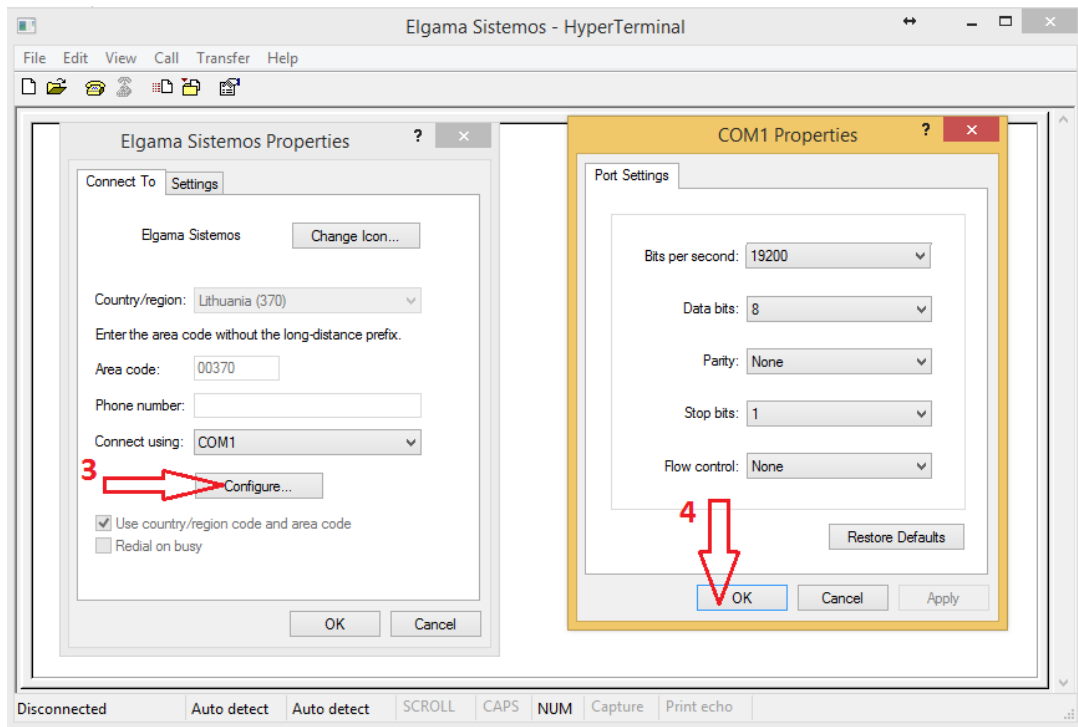

Рис. 6
3. Нажмите кнопку «Configure» как показано на рис. 6;
5. Убедитесь в том, что другие настройки подключения установлены так, как показано на рис. 6 и 7;